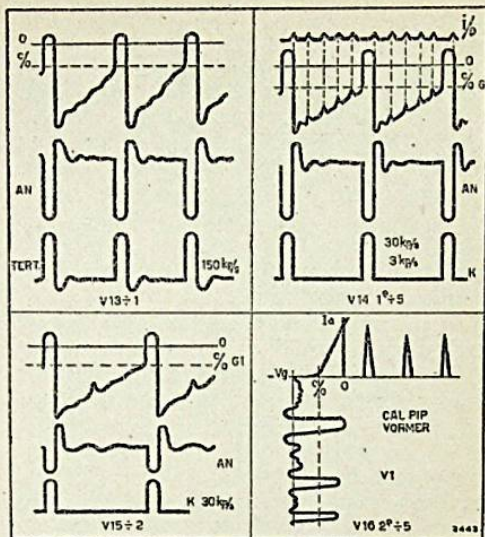

Fig. 15
a. Dividers. In fig. 14 is het schema van de frequentiedelers gegeven en in fig. 15 de golfvormen.